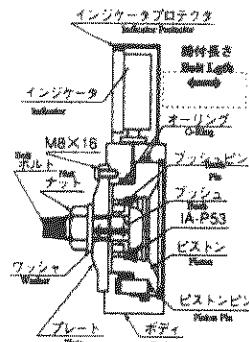
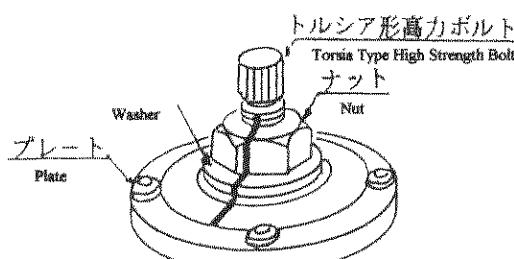

Fig. 4
Fig. 5マーキング
①Fig. 4概略構造図のように、ボルト頭部をブッシュ側にして試験するボルトをセットします。
②座金の内側面取りのある方を表にして、座金を取り付けます。
③ナットをセットします。
④トルクレンチ等を使用して1次締付けを行います。
⑤Fig. 5に示すように、ボルト・ナット・座金・プレートにマーキングします。
- ① Set the test bolt by placing the head on the bush side as shown in Fig. 4.
- ② Mount the washer so that its chamfered inner side is set outward.
- ③ Set the nut.
- ④ Perform primary tightening by using a torque wrench based upon Table 6.
- ⑤ Mark on the test bolt, nut, washer and plate as shown in Fig. 5.